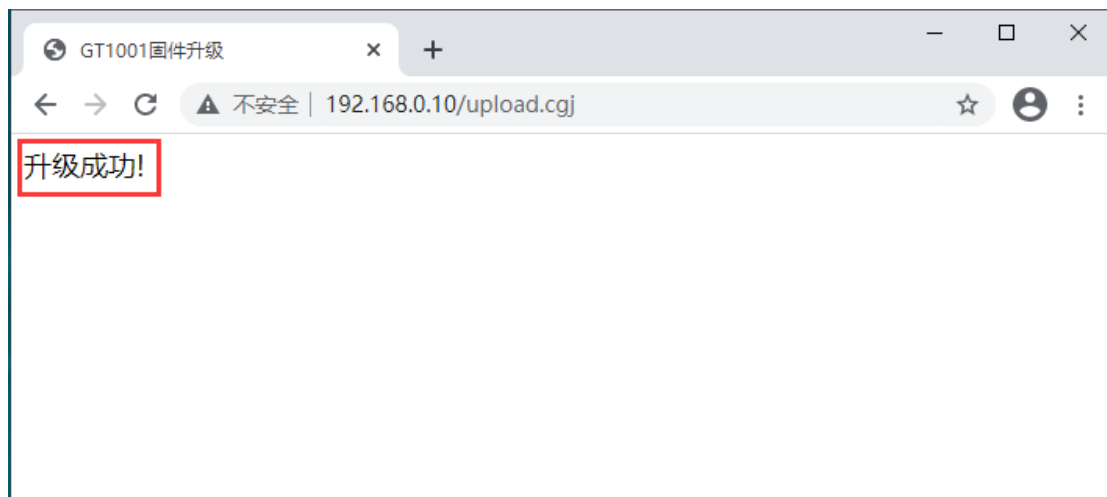

图 6-4 升级成功提示界面
(4) 点击“选择文件”按钮将路径指向将要升级的固件（如果没有最新固件，请扫描二维码获取）。
(5) 点击“升级”按钮，开始进行固件升级，升级过程中 RX_LED 闪烁，升级完成直接进入应用程序模式，且网页提示升级成功，如图 6-4 所示。